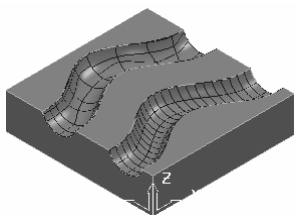

图 2-262 打开范例文件
2) 选择下拉菜单中的“文件”→“打开项目”命令, 弹出“打开项目”对话框, 选择“exercise24” (“随书光盘: \第 2 章\exercise24\uncompleted\exercise24”) 文件, 如图 2-262 所示。